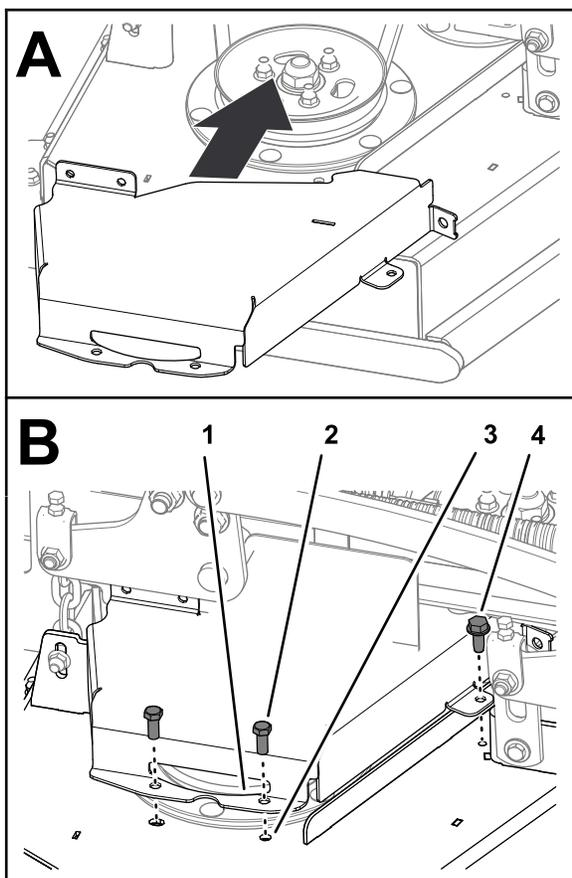

Рисунок 40
1. Подсоедините правую крышку ремня к деке (Рисунок 40) при помощи 2 болтов, снятых при выполнении действий, описанных в разделе Снятие левой крышки ремня (страница 28).